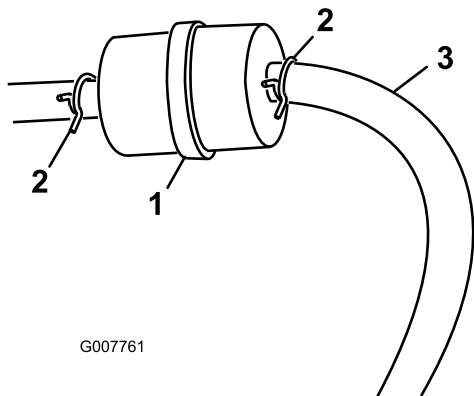

Figure 28
3. Pincez les extrémités des colliers et éloignez les colliers du filtre (Figure 28).
5. Posez un filtre neuf et rapprochez les colliers de fixation du filtre (Figure 28).
3. Desserrez le collier de serrage au niveau du filtre à carburant et éloignez-le du filtre en le poussant le long de la conduite de carburant (Figure 28).
4. Débranchez les conduites de carburant du filtre à carburant (Figure 28).
Remarque: Laissez couler le carburant dans un bidon ou un bac de vidange (Figure 28).
5. Raccordez la conduite de carburant au filtre. Rapprochez le collier de serrage du filtre pour fixer la conduite de carburant (Figure 28).